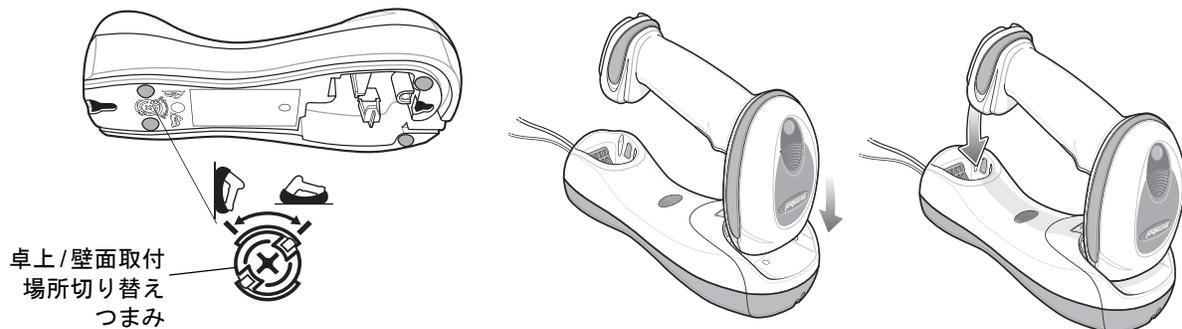

図 1-10 水平設置 - デジタル スキャナをクレードルに装着する
2. 卓上/壁面取付場所切り替えつまみが、図 1-10 に示すように正しい位置に設定されていることを確認します。